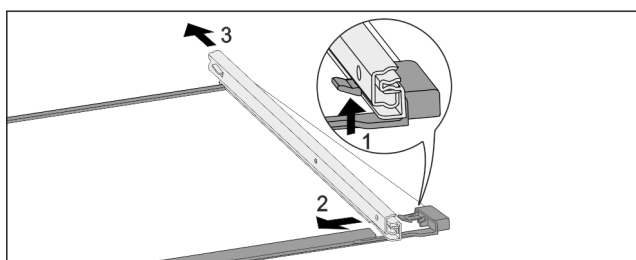

Fig. 174 Siinidega klaasplaat
- ▶ Vajutage eesmist fiksaatorkonksu ülespoole. Fig. 174 (1)
- ▶ Lükake väljatõmbesiini küljele Fig. 174 (2) ja tahapoole Fig. 174 (3) eemale.